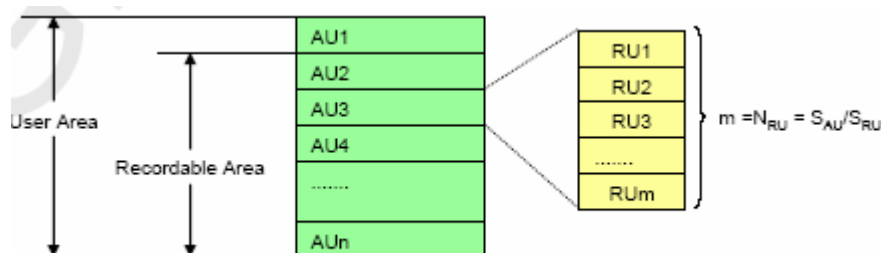

Figure 4-47: Definition of Allocation Unit (AU)
4.13.1.1 分配单元 (AU)
用户区分割成的称为“分配单元 (AU)”的单元 (参考图 4-47)。每个卡有自己固定的 AU 大小 (S_{AU})，最大的 AU 大小定义取决于卡的容量。Host 应该使用 AU 单元管理数据区。如果卡的第一个 Aus 包含了文件系统信息，那么不应该用于实时录制。一个 AV 应该从第一个完整的 AU 开始录制，用户数据能被录制到这个 AU。注意这个规格并不应用于保护区。
4.13.1.2 记录单元 (RU)
每一个 AU 单元分割成称为“记录单元 (RU)”的单元 (参考图 4-47)。RU 大小 (S_{RU}) 的单位是 16K 字节。RU 的大小是 16K 字节的倍数，不应超越 AU 边界。